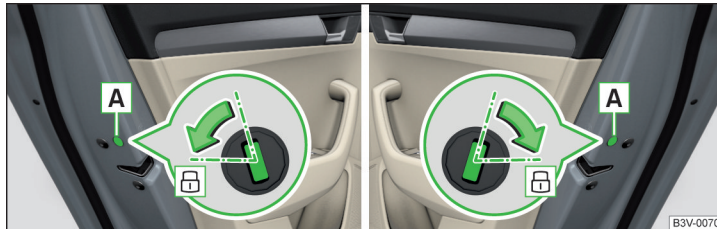

Abb. 261 Notverriegelung: Tür hinten links/rechts
- › Die Blende **A** abbauen » Abb. 261.